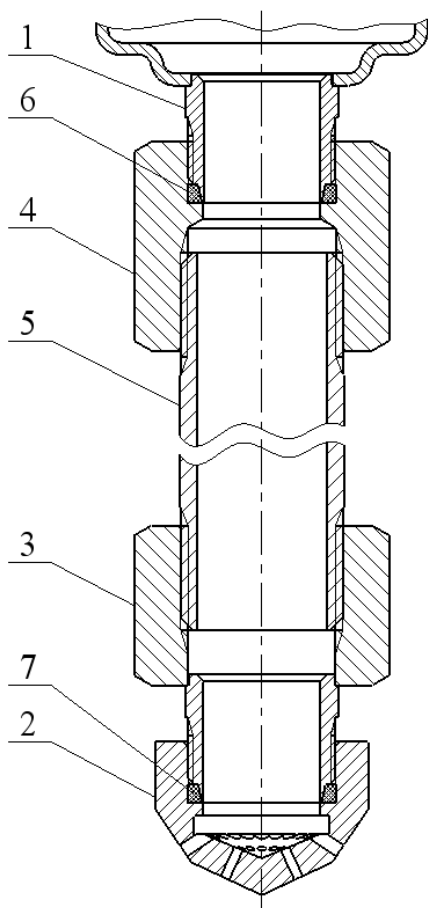

Рисунок 2
1.4.1.2 Для вывода насадка-распылителя в свободную зону через подвесной потолок типа Грильято, Армстронг и т.п. или его перемещения в рабочую зону эффективного пожаротушения при монтаже МУПТВ на потолочном перекрытии высотой более 6 м, модуль может быть дополнительно укомплектован удлинителем, соединяющим выпускную горловину МУПТВ 1 с насадком-распылителем 2 (см. рисунок 2).
2.1.7 При монтаже насадка-распылителя через удлинитель (см. рисунок 2) провести следующие работы. Собрать удлинитель согласно рисунку 2. Перед сборкой на наружные резьбы трубы **5** нанести силиконовый герметик, после чего накрутить до упора переходника **3**, **4**. В резьбовые участки отверстий насадка-распылителя **2** и переходника **4** установить резиновые кольца **6**, **7**. На наружную резьбу переходника **3** накрутить до упора насадок-распылитель **2**. Соединить удлинитель через резьбовое соединение с выпускной горловиной МУПТВ **1**. При монтаже необходимо обеспечить перпендикулярное направление оси удлинителя относительно горизонтальной плоскости.